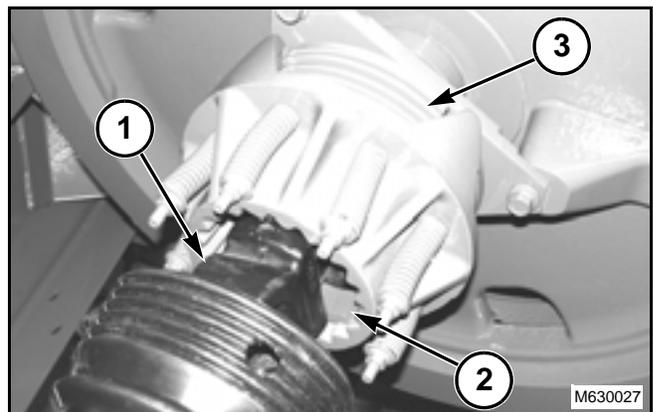

FIG. 93
FIG. 93: La horquilla trasera (1) está equipada con dos trinquetes de embrague (2) que se deben revisar para ver si están desgastados. El extremo del trinquete que conecta los dientes en la caja no debe estar gastado en forma redondeada. Revise los dientes de la caja para ver si están desgastados o dañados. Reemplace las piezas si es necesario.